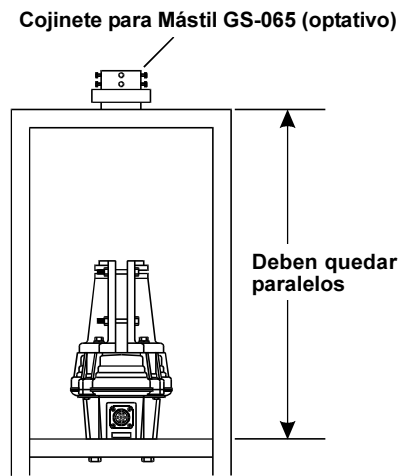

Figura 11
3. Si ha de utilizar un cojinete de empuje (como el optativo de Yaesu, modelo **GS-065**), móntelo en la parte superior de la torre (ver figura 11) con las piezas de metal que se suministran con el referido accesorio.